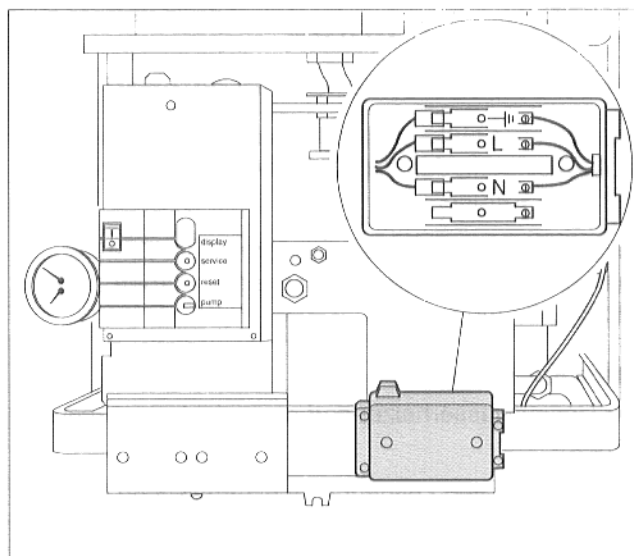

Abb. 6 Netzanschluß
- Die beiden Schrauben des Anschlußkastens (Abb. 6) lösen und Deckel abnehmen.
- Netzkabel an die Klemmen des Anschlußkastens (Abb. 6) des Umlaufwasserheizers anschließen.